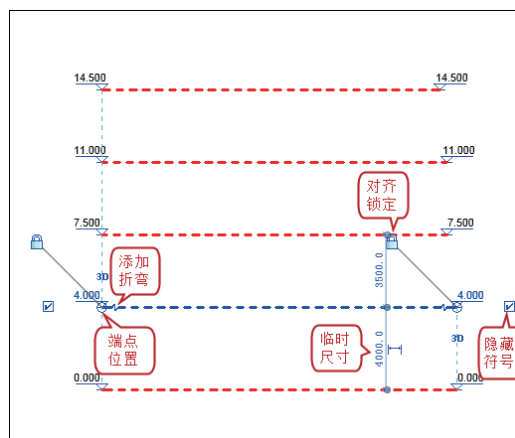

图2-57 显示操作符号
- 10 选择标高线，在其周围显示操作符号，如图2-57所示。